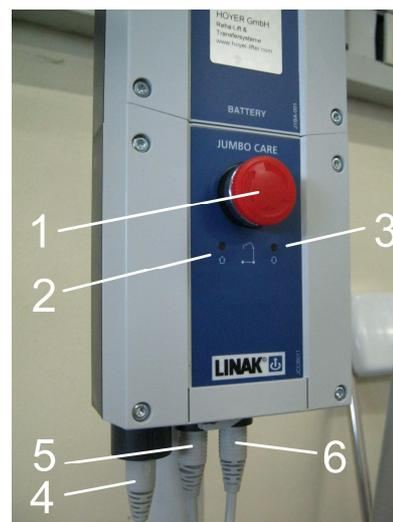

Abb. 3
Die Steuereinheit ist am Lifter fest installiert. An ihr befinden sich die NOT-AUS-Taste (**Abb. 3, Pos. 1**), eine elektrische Notbetätigung „Aufwärts“ (**Abb.3, Pos.2**) und „Abwärts“ (**Abb. 3, Pos. 3**). An der Steuereinheit befinden sich ferner die Anschlußbuchsen für Handtastatur (**Abb. 3, Pos. 4**), Motor (**Abb. 3, Pos. 5**) sowie eine mögliche Zusatzfunktion (**Abb. 3, Pos. 6**).
- Bei Gefahr die NOT-AUS-Taste drücken (**Abb. 3, Pos. 1**). Der Motor hält sofort an, die Hebe- oder Senkbewegung wird gestoppt.
- Knopf „Aufwärts“ oder „Abwärts“ (**Abb. 3, Pos. 2, Pos. 3**) mit einem schmalen Gegenstand (Kugelschreiber) drücken. Der Motor fährt nach oben bzw. unten (z.B. wenn die Handtastatur beschädigt ist).